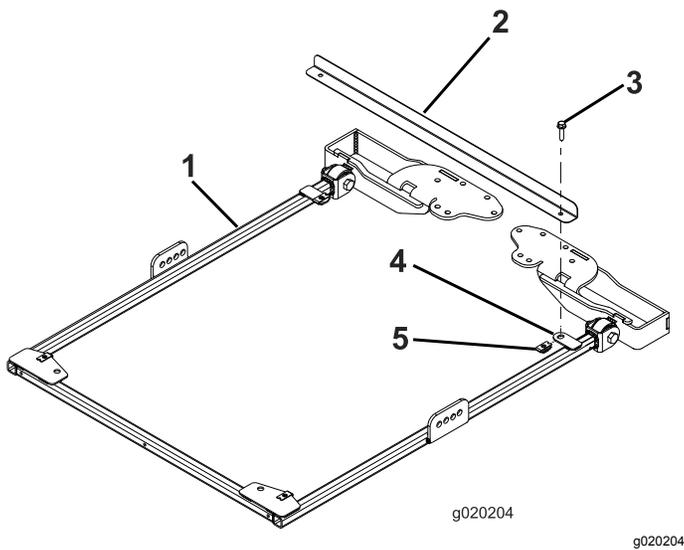

Bild 30
1. Zum richtigen Ausfluchten des Rahmens befestigen Sie die Rahmenausfluchtungsstange mit zwei Bundkopfschrauben (5/16" x 1¼") an den Befestigungsflächen hinten am Sonnendachrahmen, wie in Bild 30 abgebildet.